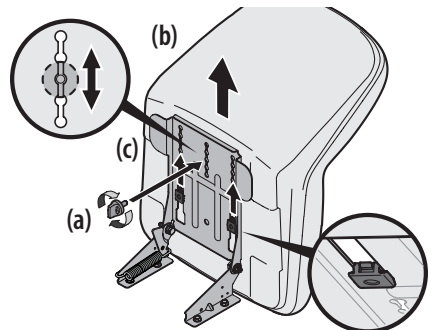

Figure 4
4. Faites glisser le siège (b) vers l'arrière dans le support de pivotement (c) en alignant la fente centrale du support avec le trou libre sur la base du siège (b). Voir Figure 4.
NOTE : Assurez-vous que les deux encoches du siège s'engrènent dans le support de pivotement, comme illustré dans l'encadré de la Figure 4.